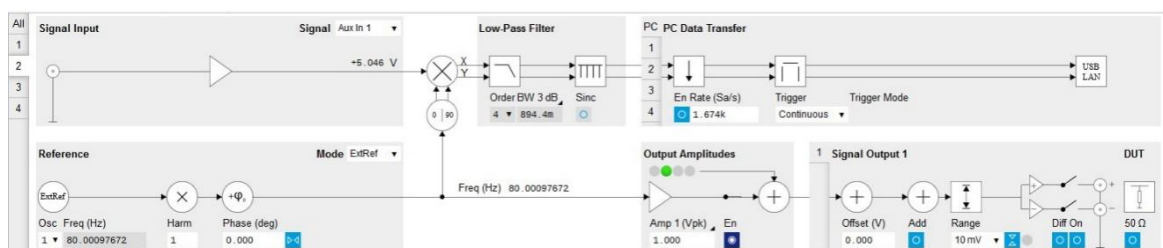

**图 3.6. 具有外部参考设置的 Lock-in（锁相）选项卡（未安装 MF-MD 选件）**
**未安装 MF-MD 多解调器选件：**打开图形 Lock-in（锁相）选项卡。在该选项卡底行的 Internal/External Reference（内部/外部参考）部分，该部分的标签实际上是一个控件，可以在 Internal Reference（内部参考）（默认）和 External Reference（外部参考）之间切换。将其设置为 External Reference（外部参考）。在该控件的右侧，您现在可以选择输入信号。选择 Aux In 1（辅助输入 1）作为输入信号。这些设置也显示在图 3.6 中。参考部分中心处显示的频率值应快速